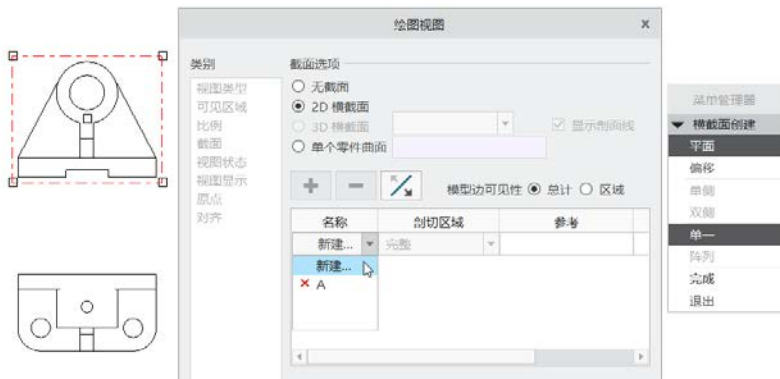

图 12-48 设置创建新的剖面
- 3 单击“将横截面添加到视图”按钮 ，接着确保选择“新建…”选项，弹出“横截面创建”菜单，如图 12-48 所示。